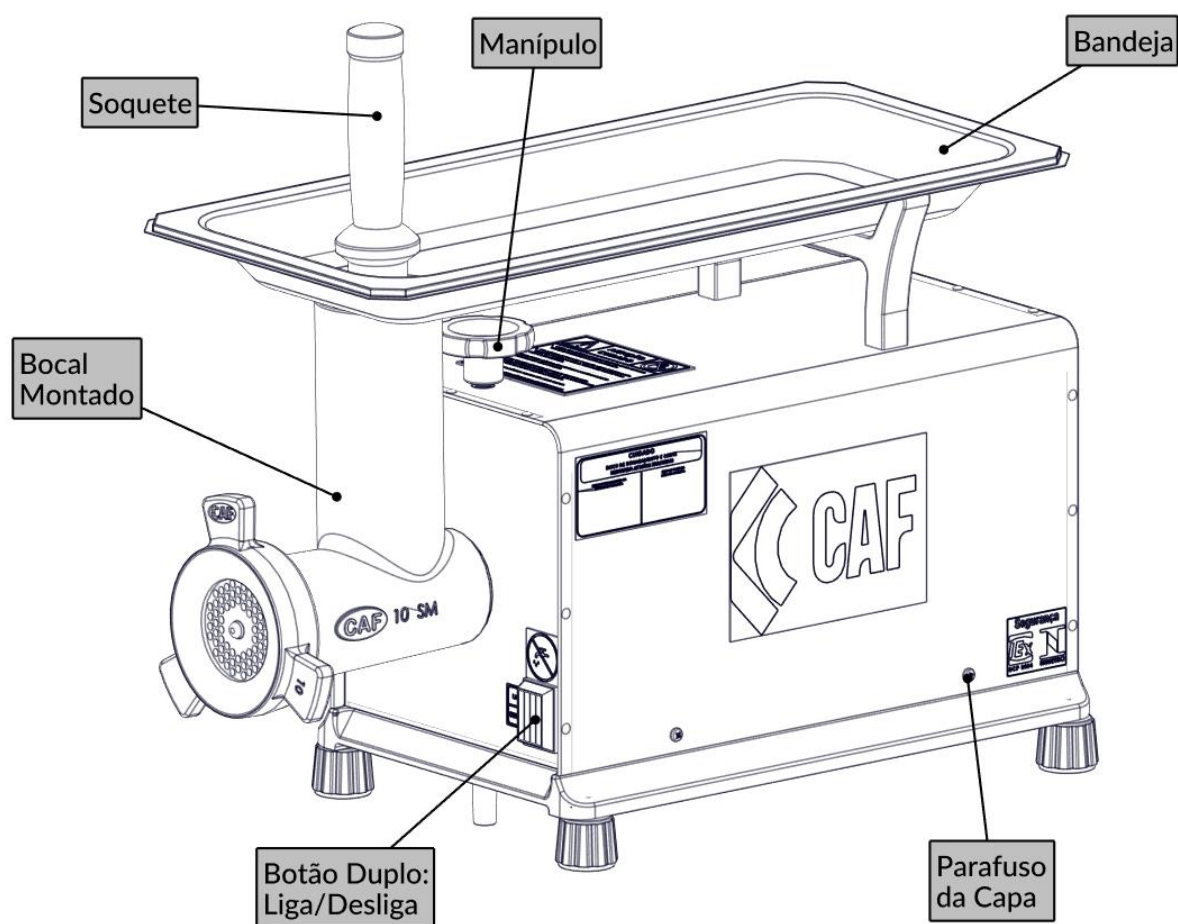

FIG. 1
3. Posicione a bandeja corretamente no bocal (FIG. 1);
4. Aperte o botão liga/desliga (FIG. 1).
1. Com a máquina devidamente montada, higienizada e energizada, verifique se o manípulo (FIG. 1) está apertado, para evitar que o bocal se solte durante a aplicação;
2. Coloque a carne a ser processada na bandeja (FIG. 1) em pedaços cortados com tamanho máximo de 40x40mm;
3. Aperte o botão liga/desliga (FIG. 1) para realizar o acionamento da máquina;
4. Com a ajuda do soquete (FIG. 1) empurre a carne para que seja completamente processada;